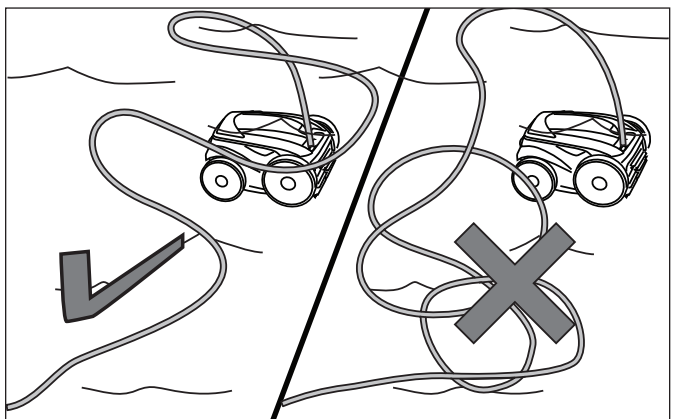

Figura 18. Difundiendo el cable flotador sobre la piscina
3. Difunda el cable flotador sobre la piscina, asegurándose que no este torcedido o mal enrollado. Vea la Figura 18.